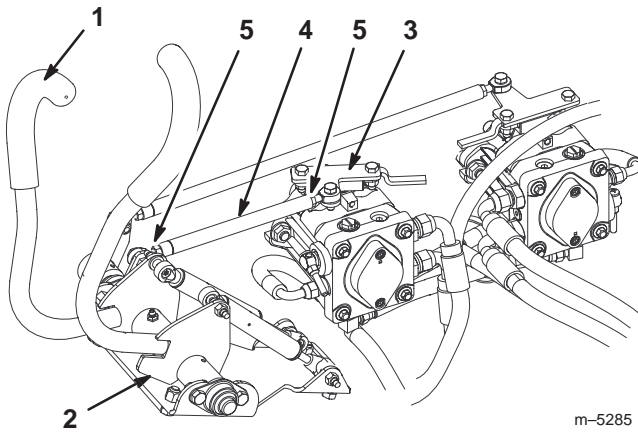

Bild 83
1. Lockern Sie die Klemmutter am Schaltgestänge der Pumpe (Bild 83).
2. Schieben Sie den Fahr Schalthebel und halten ihn fest gegen den vorderen Anschlag (Bild 83).
3. Drehen Sie das Schaltgestänge an der Pumpe, bis die Schaltplatte an der Pumpe ganz nach vorne gestellt ist (Bild 83). Dann setzt sich der Fahr Schalthebel vom vorderen Anschlag ab.
4. Drehen Sie das Schaltgestänge um eine Umdrehung in umgekehrter Richtung und ziehen die Klemmutter fest (Bild 83).